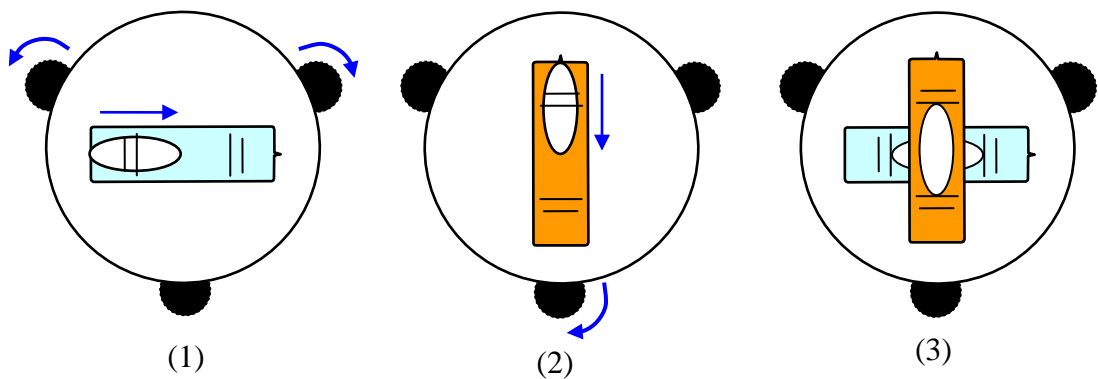

图 4-4
4.3.3 仪器调平: 双手同时反向旋转前面两个横水准器调节脚螺丝, 使横水准器气泡居中(图 4-4 (1)); 转动靠近操作员的纵水准器调节脚螺丝, 使纵水准器气泡居中(图 4-4 (2))。最后, 两个水准器的气泡都保持居中(图 4-4 (3))。